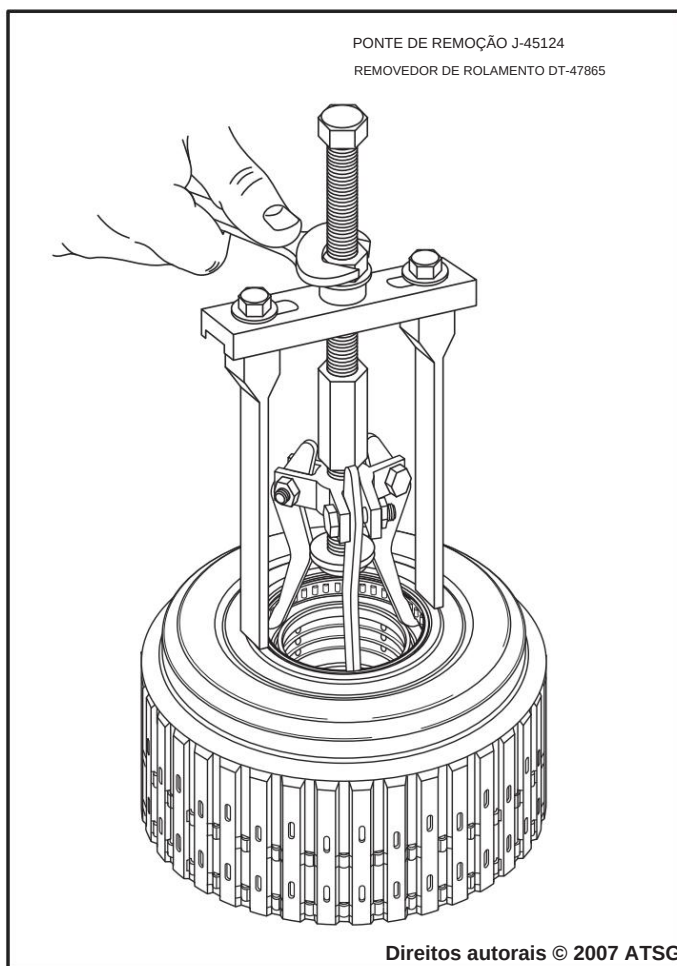

Figura 89
5. Remova e descarte o rolamento de rolos gaiola com o extrator mostrado na Figura 89.